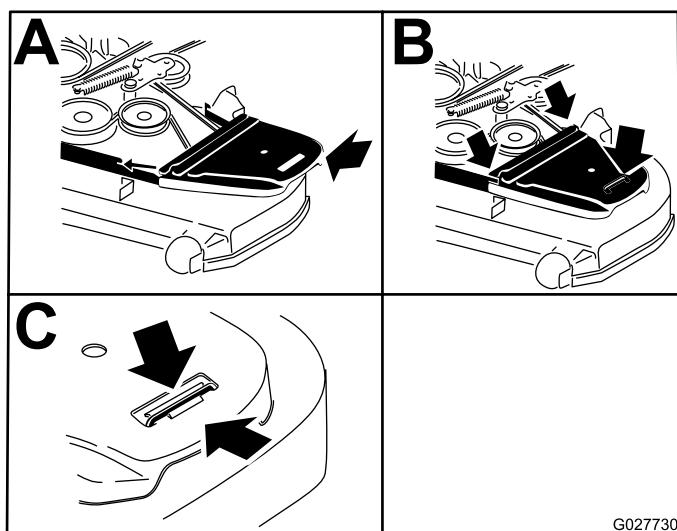

Figure 85
14. Reposez les couvercles de courroies (Figure 85).